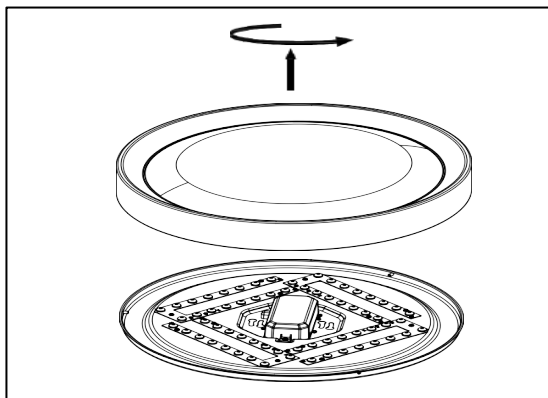

Figura 5
6. Retire el difusor (4) girándolo hacia la dirección ABIERTA desde el montaje de la carcasa (2). (Consulte la Figura 5).